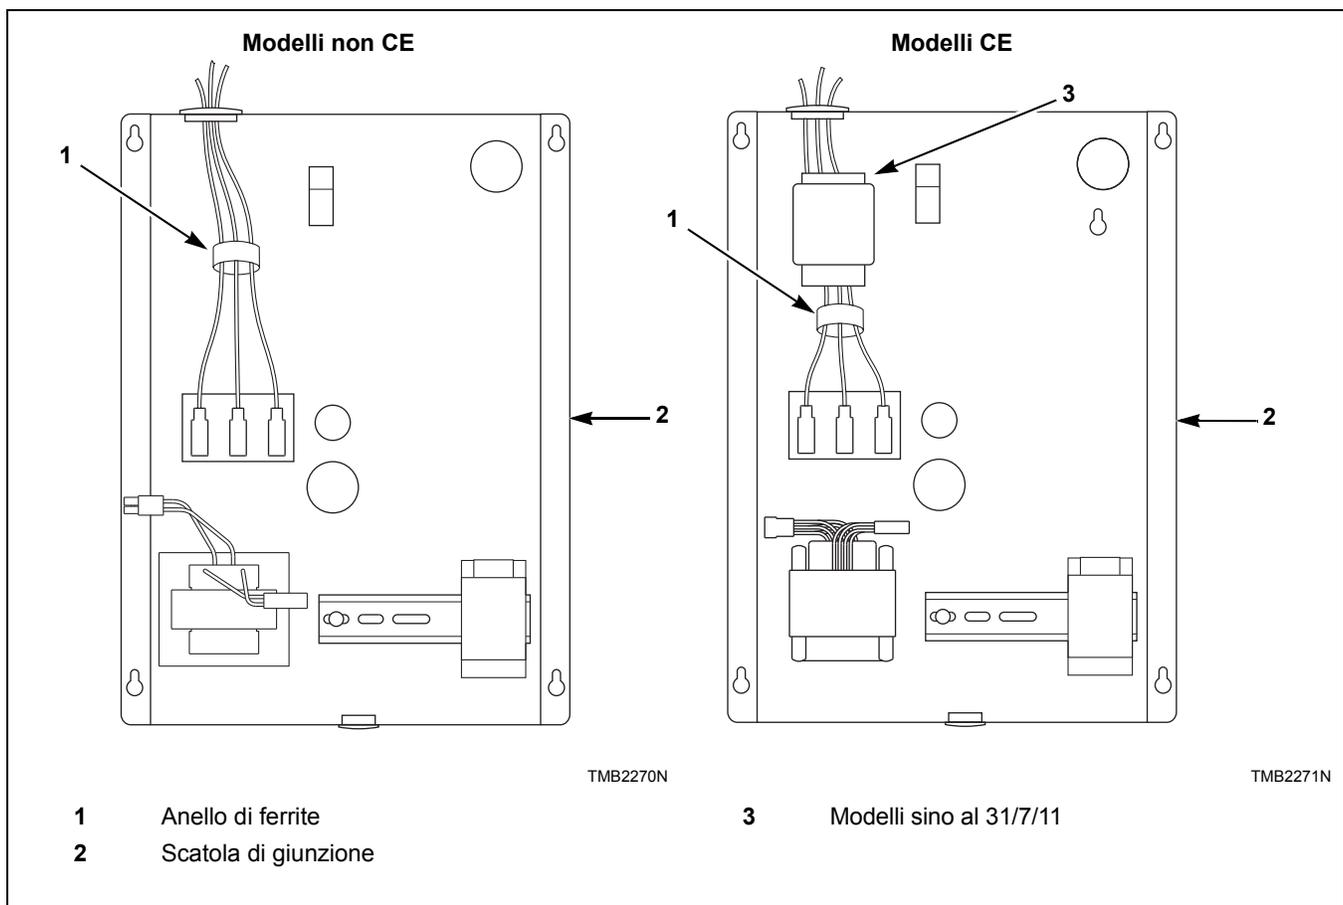

Figura 25
2. Chiudere con uno scatto l'anello di ferrite intorno ai cavi di servizio all'interno della scatola del contattore. È importante che l'anello di ferrite venga installato all'interno della scatola del contattore. Consultare la *Figura 25*. Non installarlo fuori della scatola o in un altro punto. Accertarsi che i cavi di servizio siano al centro dell'anello di ferrite prima di chiudere l'anello in modo da non intaccare o danneggiare i cavi.